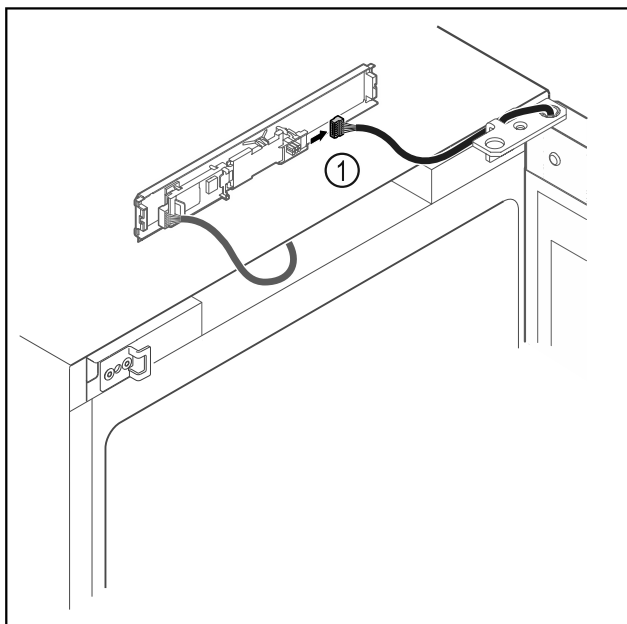

Fig. 18
- Wtyczkę Fig. 18 (1) należy odłączyć od płytki drukowanej.